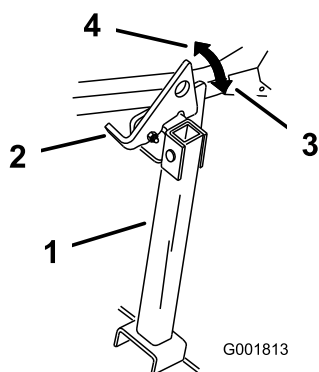

Figura 41
2. Alzate il dispositivo di chiusura per sbloccarlo (Figura 41).